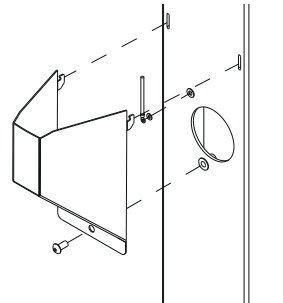

Abbildung 4: Befestigen der Kabelabdeckung
7. Führen Sie das Erdungskabel durch eine der Scheiben in die Ladestation und verbinden Sie das Erdungskabel mit dem Klemmenblock (Pos. 1.5, Seite 3) und montieren Sie dann den Erdungsdraht unter der entsprechenden Schraube am Stehlen. (siehe Abbildung 4)
8. Befestigen Sie die Abdeckplatte mit dem Diebstahl schutzbolzen M8 x 20 mm (siehe Abbildung 4) a Pfosten.